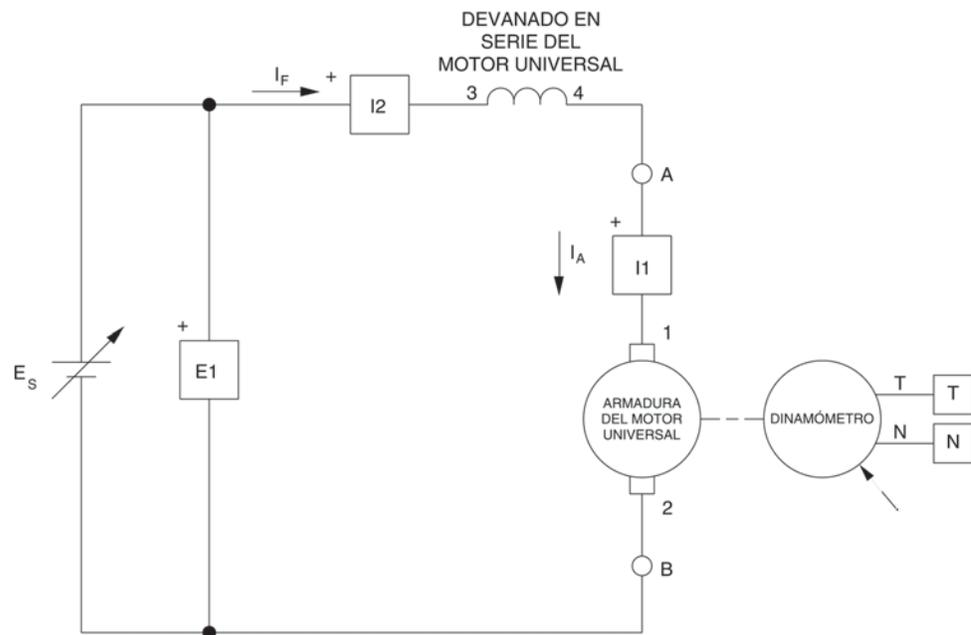

Figura 3-12. Motor universal con alimentación CC acoplado al Dinamómetro.
Modifique las conexiones para obtener el circuito del motor universal de la Figura 3-12.
17. Invierta las conexiones de la armadura en los puntos A y B, mostrados en la Figura 3-12.
Invierta las conexiones de la armadura en los puntos A y B, mostrados en la Figura 3-12. Los módulos deberían quedar conectados como lo indica dicha figura.
20. Invierta las conexiones de la armadura en los puntos A y B, mostrados en la Figura 3-12.
Invierta las conexiones de la armadura en los puntos A y B, mostrados en la Figura 3-12.